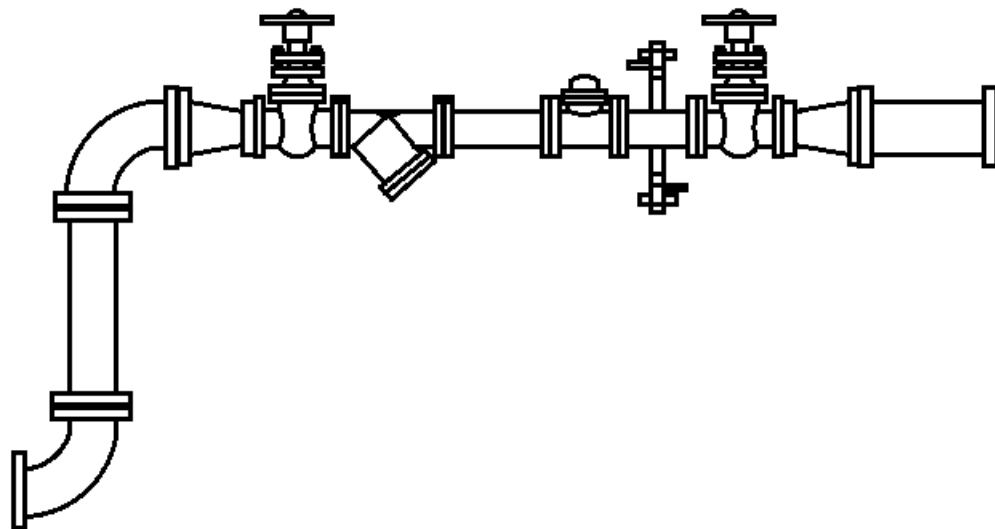

Рис. 6. Склад будинкового водомірного вузла без обвідної лінії
- прості (без обвідної лінії) (Рис. 6);